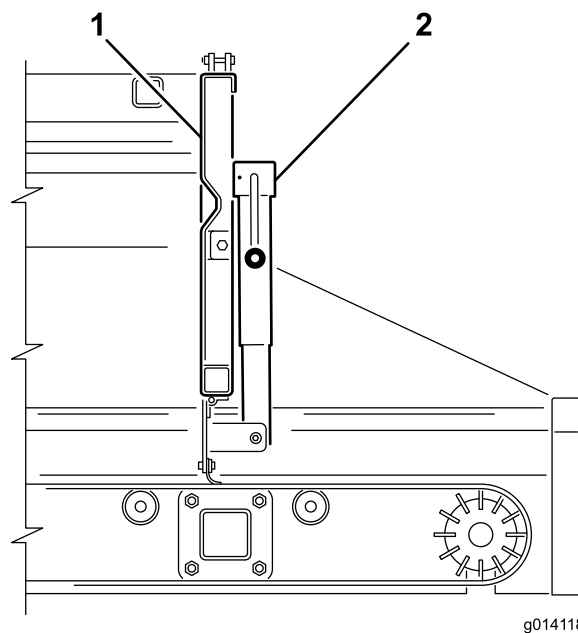
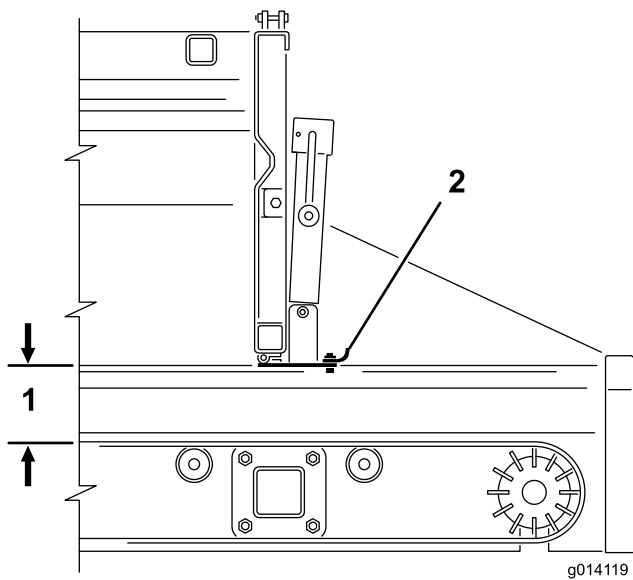

图27
图28
2. 使用千斤顶手柄打开或关闭可调整的尾门部分（图27 和 图28）。这样在使用附件时，可限制物料的流动。